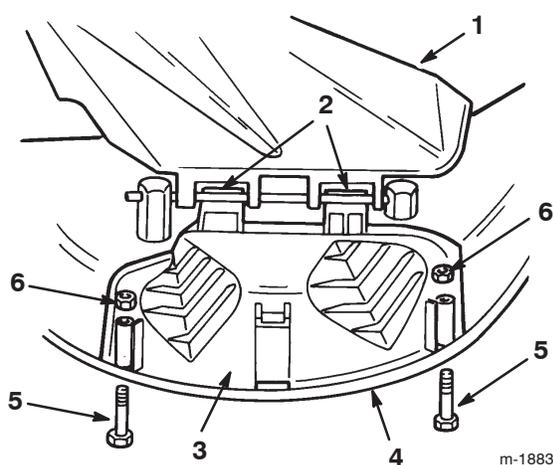

Figure 14
4. Abaissez l'obturateur d'éjection jusqu'à sur le bord inférieur du carter de tondeuse pour fermer l'ouverture (Fig. 14).
5. Fixez l'obturateur d'éjection au bord inférieur du carter de tondeuse à l'aide des boulons et des écrous (Fig. 14).